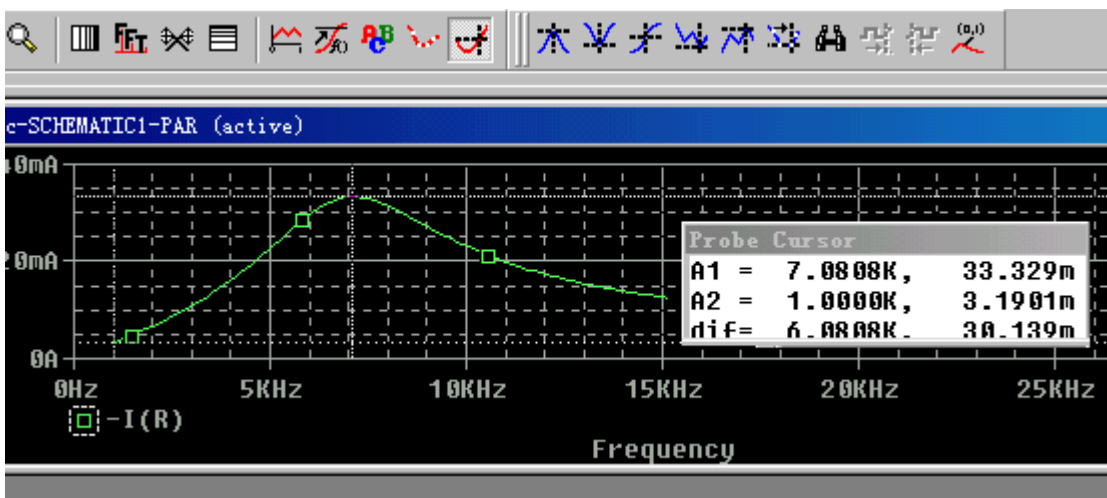

图9-49 用游标观察测取数据
例如探测波形最高点的位置，可启动，图形与数值如图9-49所示。
(1) 电路图的绘制。输入电路图名称（如 RLC），绘制电路图。注意：电路中变化的参数是 R，在属性编辑时，其值用 {R} 代替，如图9-49所示。
另外需要放置 PARAMETERS 元件，它位于“SPECIAL”库中，元件名称为 PARAM。设置 PARAM 属性，双击字符“PARAMETERS:”，点击 **New Column...** 按钮，出现图9-49所示的“Add New Column”输入框。在“Name”栏中键入“R”，在“Value”栏中键入 R 的值为“30”，单击【OK】，关闭 PARAMETER 特性编辑器窗口。